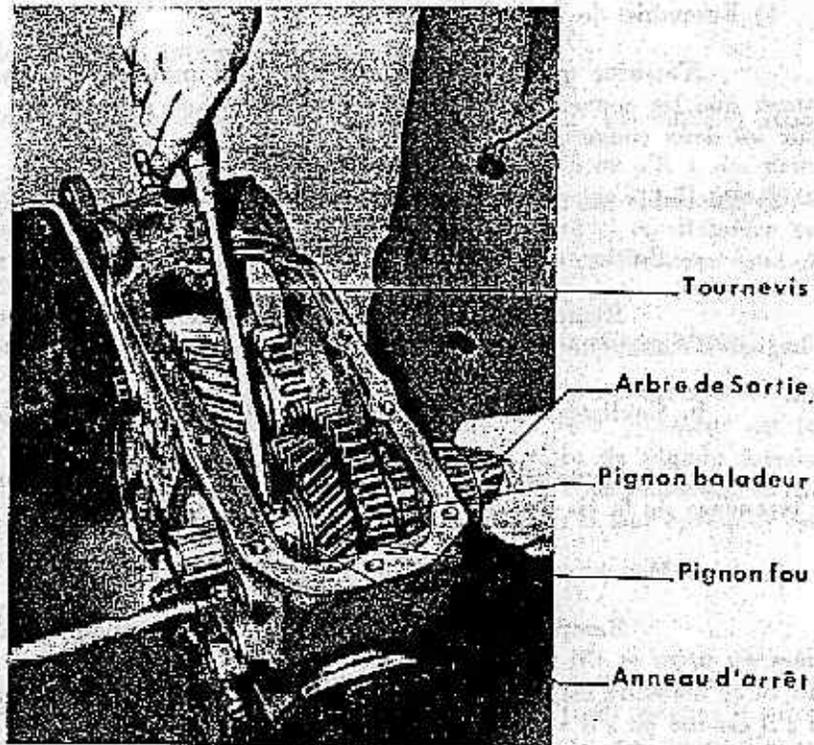

FIGURE 19. — Dégager l'anneau d'arrêt de l'arbre de sortie. Vue de dessous.
E. — *Dépose de l'arbre de sortie (fig. 19).*